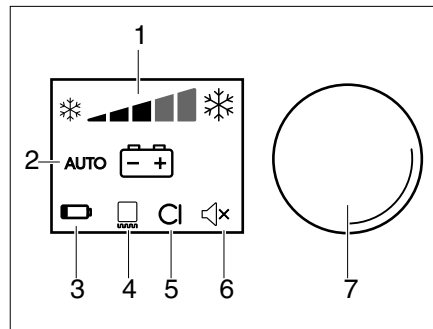

Fig. 341 Boutons de commande pour le réfrigérateur (Dometic Série 10)
- Régler la température de réfrigération avec le bouton tournant (Fig. 341,7).
- Appuyer sur le bouton de commande (Fig. 341,7) pendant 4 secondes. Le réfrigérateur est coupé.